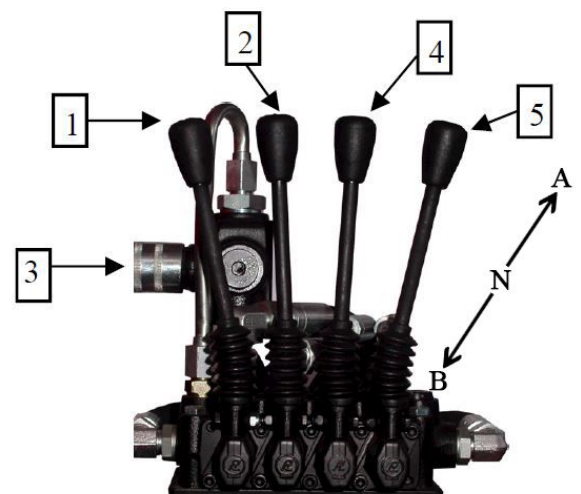

FIG. 5
En los modelos que no disponen de Enganche Rápido Integral, el control de todas las funciones, se realiza mediante un conjunto de mandos hidráulicos, Fig. 5, situados sobre la Lanza de Enganche, al alcance del tractorista. La palanca nº 1, empujándola a la posición A, pone en funcionamiento la cadena de aportación de estiércol o abono. En esta posición la palanca queda enclavada. Tirando de ella hacia la posición B, La cadena se mueve en sentido inverso y al soltarla vuelve a la posición de N (neutro). La palanca nº 2, empujándola hacia la posición A permite el des-censo de la Maquina y tirando de ella hacia la posición B, la elevación. Al soltarla queda posicionada en N.
REGULACIÓN. Una vez efectuada la carga de la Maquina, accionando la palanca 2 del mando hidráulico Fig. 5 en sentido B se eleva la misma hasta conseguir que el elemento Localizador quede a suficiente altura del suelo para poder desplazarla sin que tropiece en el mismo. Trasladada al lugar de utilización presionando sobre la palanca 2 en sentido A y avanzando al mismo tiempo unos metros, desciende la Maquina y el Localizador se introduce en la tierra. Si la profundidad alcanzada es demasiada o insuficiente, corregir el Tope roscado situado en el Eje de ruedas alargando o acortando respectivamente hasta conseguir la profundidad deseada y fijar la contratuerca. Empujar sobre la palanca 1 en sentido A y avanzar con la velocidad adecuada a la potencia disponible en el tractor y al tipo de trabajo y tierra. Comprobar la dosis de aportación y si es necesario corregir la misma posicionar el Dial 3 dando mas o menos velocidad a la cadena y al mismo tiempo complementar con mayor o menor apertura de la compuerta trasera. No es conveniente trabajar con la compuerta demasiado cerrada para que no se produzca una gran retención y al mismo tiempo tener menor riesgo de bloqueo por cuerpos extraños. Las palancas 4 y 5 accionan los indicadores de ambos lados.
Esta opción permite abrir y cerrar la compuerta de forma automática. Cuando empujamos sobre el mando hidráulico (1) de la Fig. 5 en sentido de A, al iniciar el movimiento la cadena, la compuerta se abre. La regulación de la apertura se realiza por medio de dos toques con tornillos (T), Fig. 6, que limitan el recorrido de apertura de la compuerta. El cierre de la misma se produce cuando detenemos mediante el mando hidráulico (1) el movimiento de la cadena y lo accionamos momentáneamente (un segundo) en sentido B. La regulación de la fuerza de la apertura, se realiza mediante el tornillo (R) de la Válvula de Retención. Se regula ésta Válvula estando la Maquina descargada y el Mando hidráulico 1 en posición A (marcha), apretar poco a poco el Tornillo R hasta que la compuerta se abre y se mantiene en dicha posición aun cuando la velocidad de la cadena sea pequeña. Fijar la contratuerca.